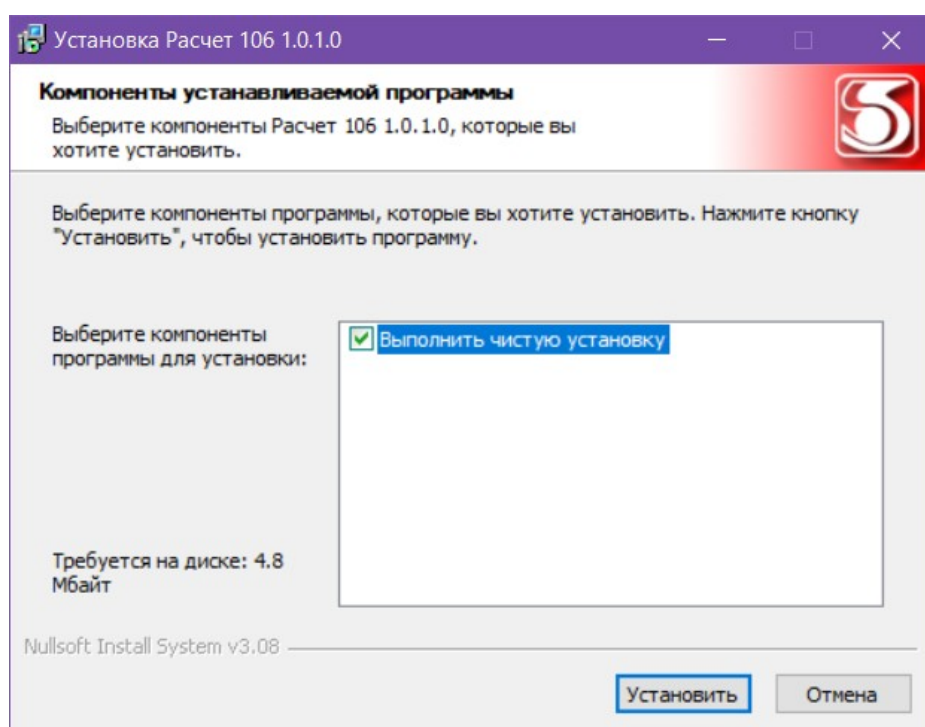

Рис. 1. Установка программы
3. Выберите компоненты установки программы и нажмите **Установить** (Рис. 1).